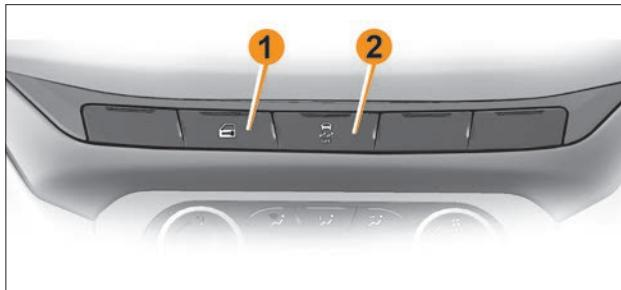

Рис. 3. Блок выключателей на панели приборов
Для блокировки замков дверей и включения режима охраны нажмите кнопку блокировки  на пульте. При этом произойдет блокировка замков дверей и включение режима охраны, что подтверждается **загоранием на некоторое время индикатора на кнопке 1 (см. рис. 3) и двукратным световым сигналом указателей поворота.**
– Центральная блокировка/разблокировка замков дверей. Для блокировки замков всех дверей из салона нажмите кнопку  на панели приборов, индикатор на кнопке 1 (рис. 3) загорится на некоторое время, затем погаснет. Если при нажатии кнопки  капот, багажник или одна из дверей были открыты, то двери обратно разблокируются. Закройте двери, капот, багажник, нажмите кнопку блокировки , все двери заблокируются. Разблокировка замков боковых дверей происходит при открывании со стороны салона любой передней двери.
При заведенном двигателе нажмите кнопку центрального замка  на панели приборов 1 (рис. 3) и удерживайте ее в течение пяти секунд. Сразу после нажатия кнопки загорится светодиод, двери заблокируются. Заглушите двигатель. Функция активирована.
При заведенном двигателе нажмите кнопку центрального замка  на панели приборов 1 (рис. 3) и удерживайте ее в течение пяти секунд. Функция отключена.